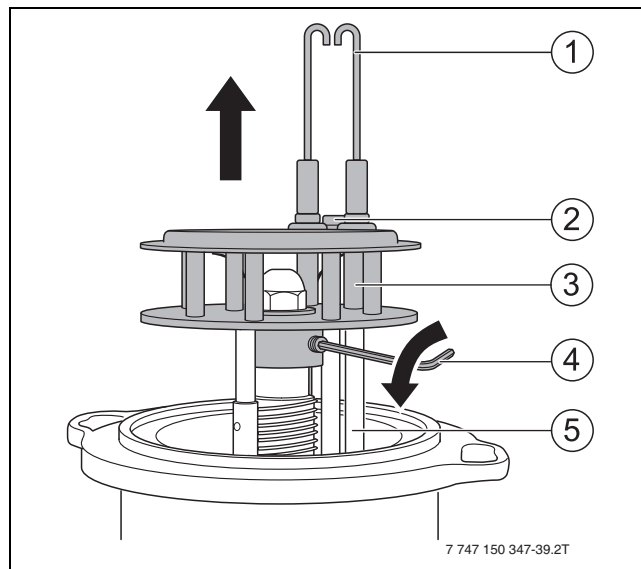

Bild 36 Mischsystem ausbauen
- ▶ Schraube (Bild 36, [2], Seite 24) zwischen den Zündelektroden lösen.
- ▶ Zündelektrode (Bild 36, [1], Seite 24) ausbauen.
- ▶ Mischsystem mit Gewindestift (→Bild 36[4], Seite 24) sichern.